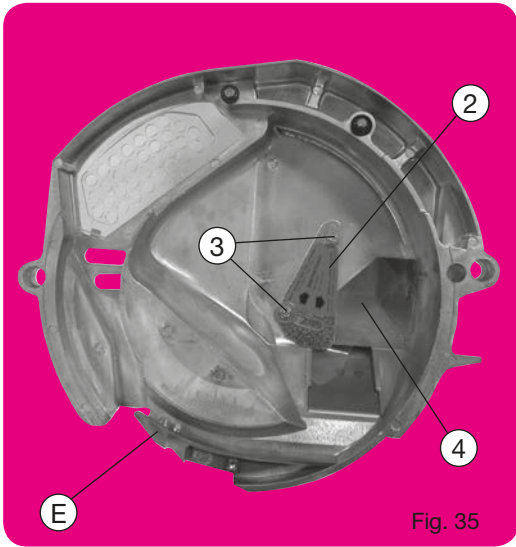

Fig. 35
2. POSITION BASSE (fig. 35) POUR PETITES GRAINES, c'est-à-dire tournesol, betterave, sorgho...
2. LOW POSITION (fig. 35) FOR SMALL SEEDS, i.e. sunflower, beets, sorghum...
2. Niedrige Stellung (Abb. 35) für kleines Saatgut, z. B. Sonnenblumen, Zuckerrüben, Sorghum. Diese Stellung ist auch bei großen Sämereien zu wählen, wenn die Sämaschine eine lange Strecke auf steilem Gelände über 20 % arbeiten soll. Für besonders steile Hänge ist ein Spezialschieber vorgesehen - ET.Nr. 6233.2.
2. STAND LAAG : (fig. 35) voor KLEINE ZADEN, dat wil zeggen zonnebloem, bieten, gierst...